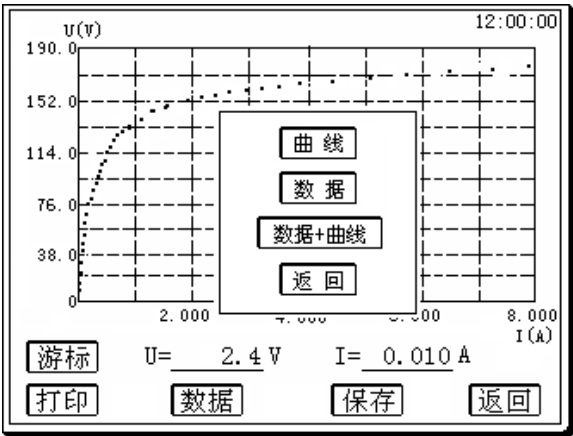

图 20
**打印：**将光标移至 **打印** 选项上选定，界面上将弹出打印内容对话框（如图 20 所示），选择确定即可由仪器面板上自带的微型打印机分别打印出当前测试的曲线、数据或曲线加数据组。